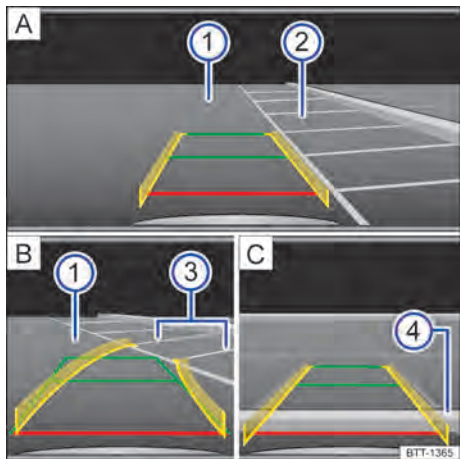

Fig. 183 Exibição do display: entrar na vaga de estacionamento com a câmera de marcha a ré, modo 1.
Legenda para Fig. 183:
Legenda para Fig. 183
- Posicionar o veículo na frente da vaga de estacionamento ② → Fig. 183 **A**.
- Conduzir lentamente para trás e manobrar de modo que as guias amarelas sejam guiadas ao longo das linhas de limitação lateral ③ da vaga de estacionamento selecionada **B**.
- Alinhar o veículo na vaga de estacionamento selecionada de modo que as guias verdes e amarelas fiquem em cima das linhas de limitação lateral ③ da vaga de estacionamento selecionada.
- Parar o veículo o mais tardar ao atingir a guia vermelha de limitação traseira, por exemplo, meio-fio ④ **C**.